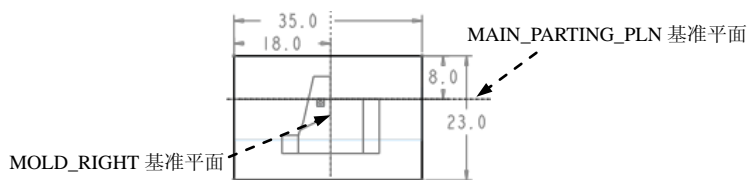

图 19.5 截面草图
(3) 进入截面草绘环境后，系统弹出“参考”对话框，选取 **MOLD_RIGHT** 和 **MAIN_PARTING_PLN** 基准平面为草绘参考，然后单击 **关闭** 按钮 ，绘制图 19.5 所示的截面草图。完成绘制后，单击“草绘”操控板中的“确定”按钮 。
(4) 选取深度类型并输入深度值。在操控板中选择深度类型  (对称)，在深度文本框中输入深度值 15.0，并按 **Enter** 键。
(5) 完成特征。在操控板中单击 按钮，则完成拉伸特征的创建。